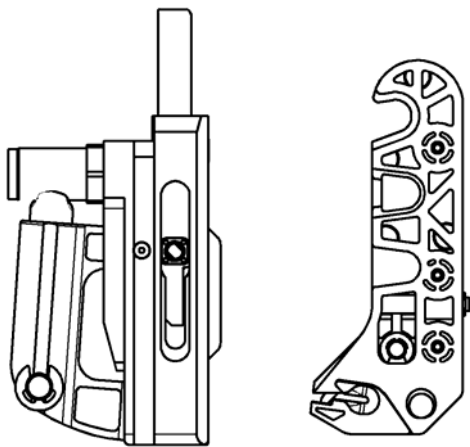

Fig. 21
- Fig. 20 , Fig. 20a y Fig. 21 -